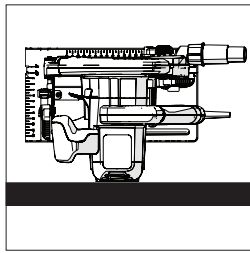

Fig. 2
- **Avvertenza:** Tutti i diversi modelli possono, con attenzione, essere posti in equilibrio sul lato piatto dell'alloggiamento/involucro del motore, **(Fig. 2)** rendendo l'accesso alla lama e ai suoi ancoraggi molto pratico.